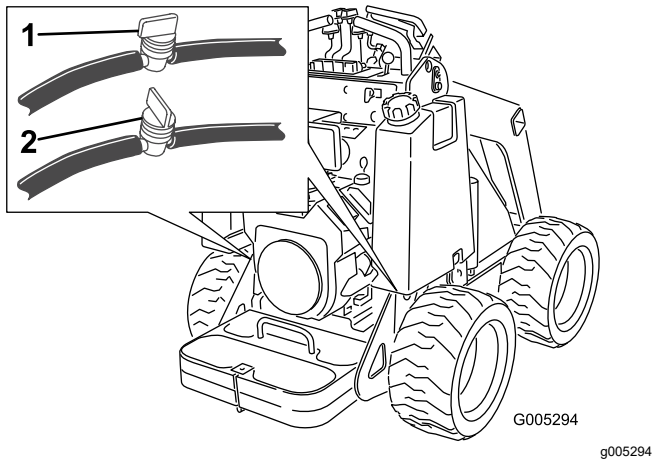

Figure 32
2. Fermez le robinet d'arrivée de carburant au bas de chaque réservoir de carburant (Figure 32).
3. Fermez le robinet d'arrivée de carburant sur le flexible au bas du/des réservoir(s) de carburant, comme montré à la Figure 32.
8. Ouvrez le(s) robinet(s) d'arrivée de carburant sur le(s) flexible(s) situé(s) près du fond du réservoir de carburant, comme montré à la Figure 32.